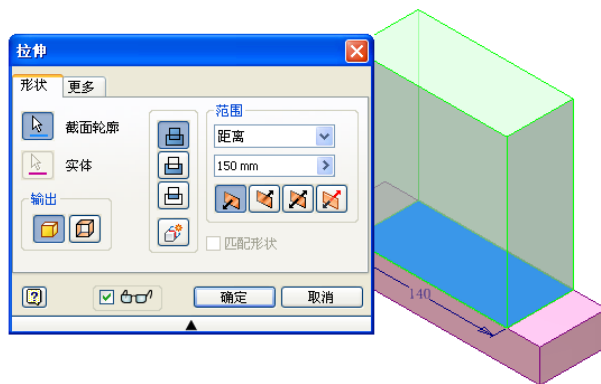

图 7-28 拉伸示意图
②单击【草图】标签上的【完成草图】工具按钮，退出草图环境，返回零件特征环境中。单击【模型】标签栏【创建】面板上的【拉伸】工具按钮，打开【拉伸】对话框，选择所绘制的矩形作为拉伸截面轮廓，设置拉伸深度为 150，单击【确定】按钮完成拉伸，拉伸对话框设置和拉伸结果如图 7-28 所示。